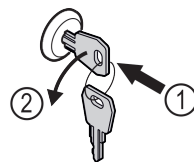

Fig. 159
- ▶ Introducir la llave. Fig. 159 (1)
- ▶ Girar la llave 90° en sentido antihorario. Fig. 159 (2)